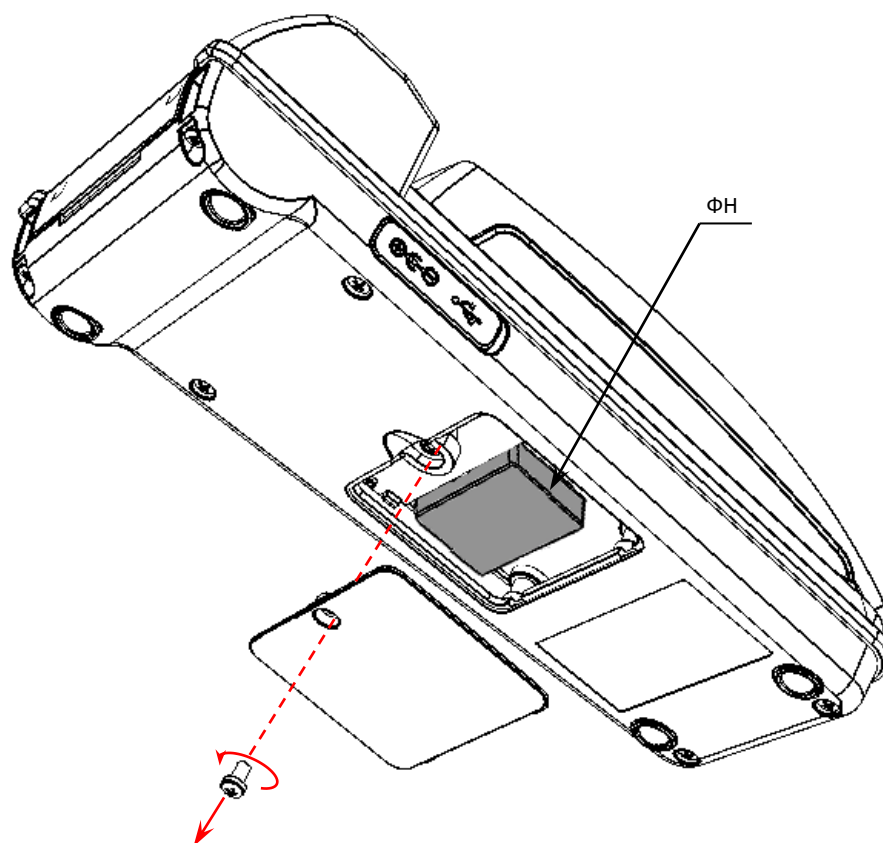

Рисунок 8. Расположение ФН в корпусе ККТ
5. Установить новый экземпляр ФН на место старого (ФН крепится к внутренней поверхности отсека на двухсторонний скотч на вспененной основе, см. рисунок 8).
2. Открутить винты крепления крышки в нижней части корпуса изделия (см. рисунок 8 данной инструкции). Снять крышку отсека для ФН.